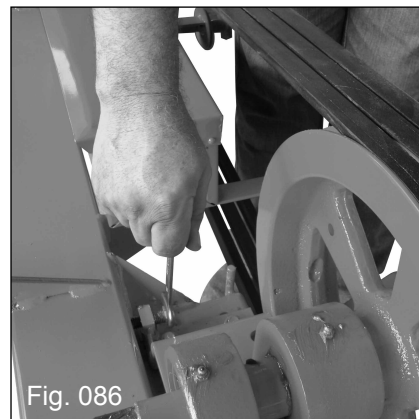

Fig. 086
- a) Ajuste o alinhamento das correias, através do parafuso (Fig. 086), efetuando a inspeção visual ou colocando uma régua entre a polia motora e movida;